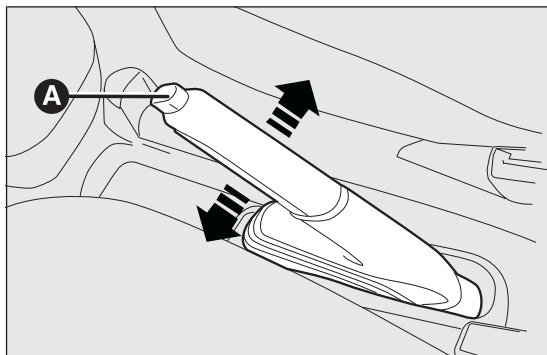

fig. 121
La palanca del freno de mano fig. 121 está situada entre los asientos delanteros.
- levantar ligeramente la palanca y pulsar el botón de desbloqueo A fig. 121;